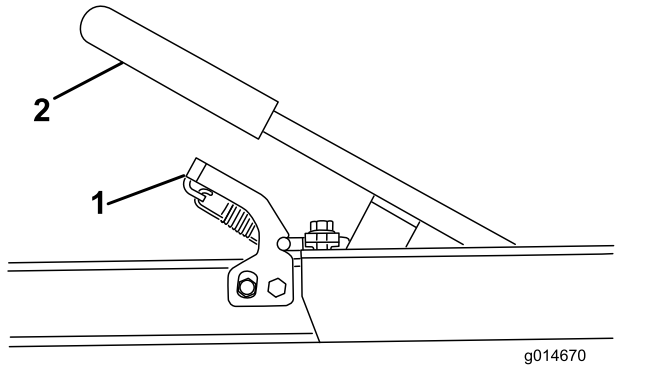

Figura 11
1. În timp ce păstrai controlul platformei remorcii și inei de mâner, apăsai în jos pe ansamblul de blocare și pe mânerul de ridicare (Figura 11). Coborâi platforma remorcii la sol.
7. Împingeți în jos mânerul până când ansamblul remorcii se blochează în ansamblul de blocare (Figura 11).